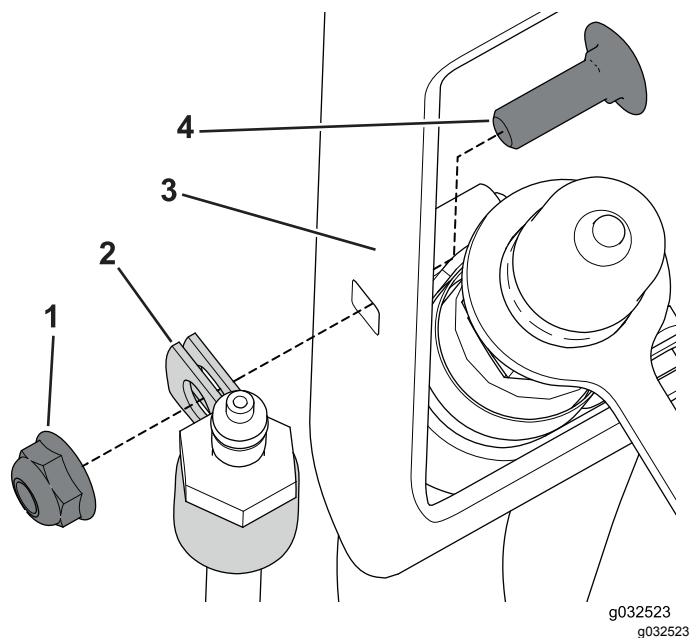

Bild 36
1. Setzen Sie eine R-Klemme um den Schlauchanschluss (Bild 36).
2. Befestigen Sie die R-Klemme mit der Schlossschraube (1/4" x 3/4") und Bundmutter an der Schlauchhalterung (Bild 36).